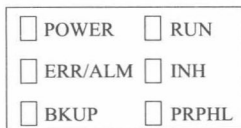

图 2-5 6 个 LED 灯及指示内容
(7) 工作指示 LED 与 7 段数码管显示 它分为上下两部分，上部分的 6 个 LED 灯用于指示工作状态，6 个 LED 灯及指示内容如图 2-5 所示；下部分的两位 7 段数码管用来显示主机单元的异常信息，在操作模拟量电位器时数码管会显示 A642 单元中的数值（00~FF）等。